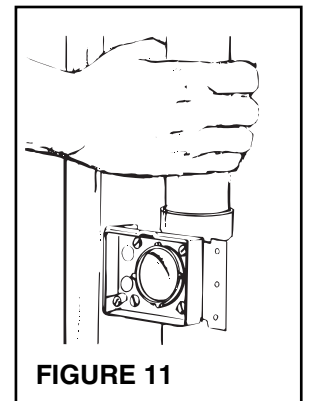

FIGURE 11
7. Voir la figure 11. Insérez le tuyau dans le raccord en le faisant tourner pour étendre uniformément la colle. Assurez-vous que le tuyau est bien inséré dans le raccord.